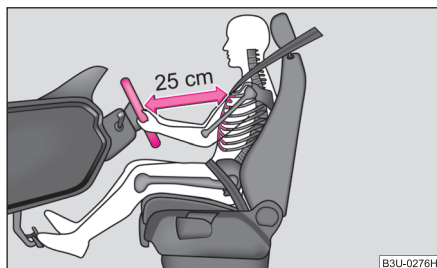

Fig. 116 Distanța corectă a conducătorului față de volan
- Reglați astfel scaunul conducătorului auto încât distanța dintre volan și torace să fie de cel puțin 25 cm ⇒ fig. 116.
- Între conducător și volan trebuie să existe o distanță de cel puțin 25 cm ⇒ fig. 116. Dacă nu se respectă această distanță, sistemul airbag nu își poate exercita eficiența maximă – Pericol!